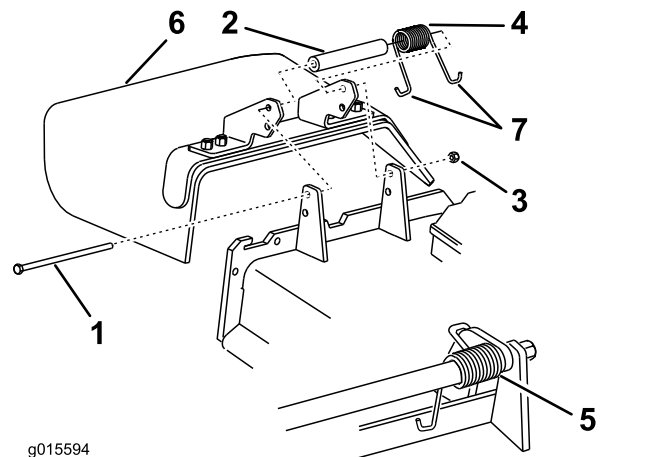

Figure 104
1. Retirez le contre-écrou, le boulon, le ressort et l'entretoise qui fixent le déflecteur aux supports de pivot (Figure 104).
2. Enlevez le déflecteur s'il est endommagé ou utilisé (Figure 104).
Remarque: Prenez soin de placer 1 extrémité en J du ressort derrière le bord du tablier avant de mettre le boulon en place, comme montré à la Figure 104.
6. Accrochez l'extrémité en J du ressort au déflecteur d'herbe (Figure 104).